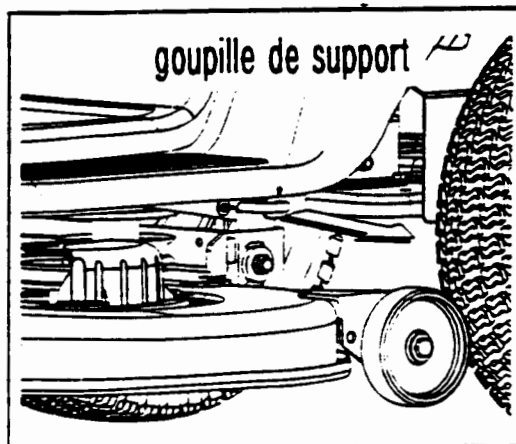

Figure 17
- Sortez la goupille de support du plateau pour dégager celui-ci de la tige de relevage du plateau de coupe. Voir la figure 17.